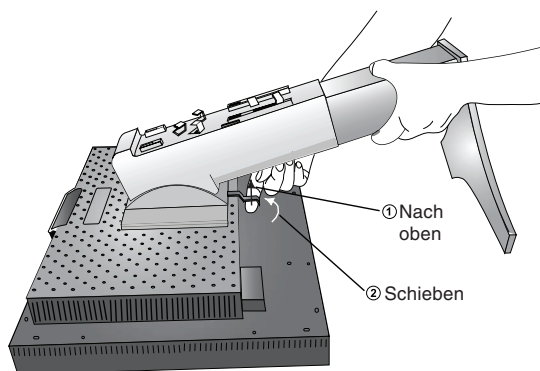

Abbildung S.2
4. Fassen Sie mit einer Hand den Fuß und mit der anderen den Schnelfreigabehebel. Bewegen Sie den Hebel in Pfeilrichtung (**Abbildung S.2**).